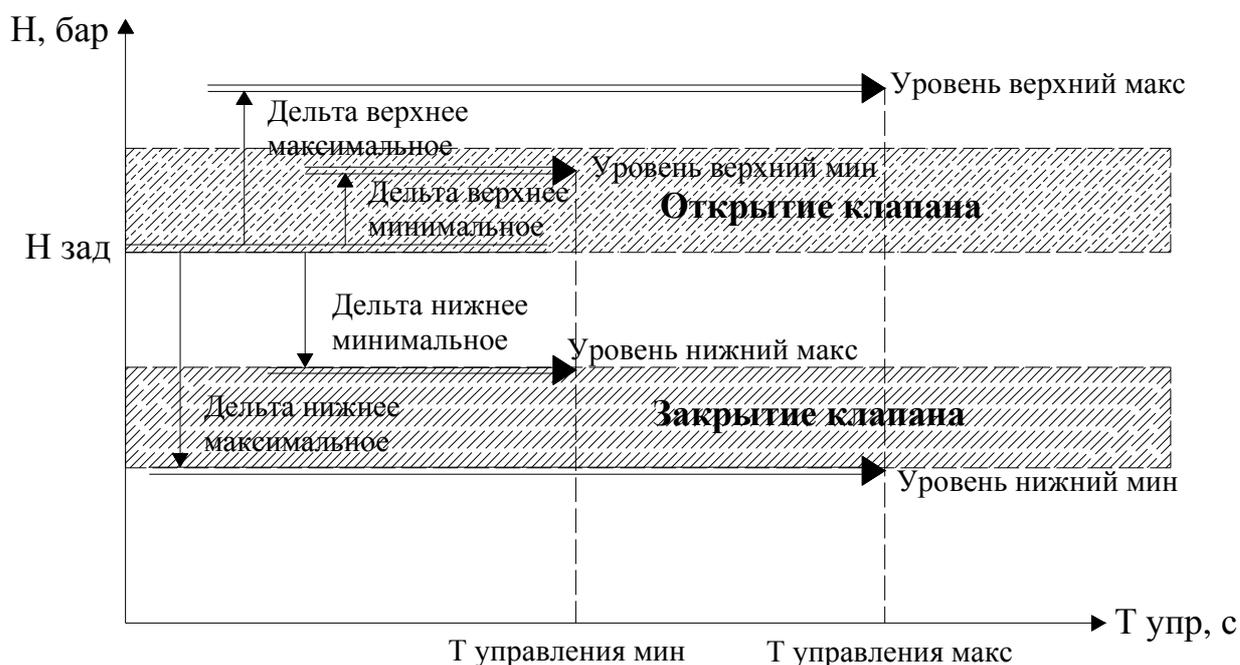

Рис. 2.2П. Алгоритмическая схема управления клапаном
При увеличении напора выше верхнего минимального уровня формируется сигнал на открытие клапана. Сигнал на открытие снимается при снижении напора ниже заданного значения. Таким образом, зона  $H_{зад} - \Delta_{мин}$  ниже = (Нижний ур макс) (рис. 2.2п), является нерегулируемой зоной, обеспечивающей устойчивость процесса регулирования.
**Дельта ниже минимальное** (рис. 2.2П) для вычисления максимального нижнего уровня;
**Дельта ниже максимальное** (рис. 2.2П) для вычисления нижнего максимального уровня.